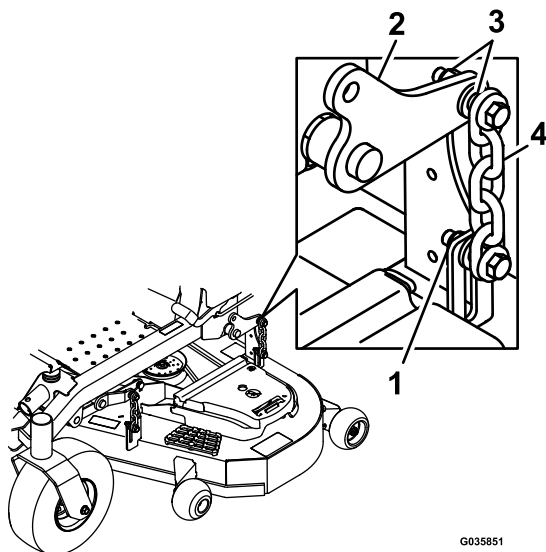

Figure 84
13. Desserrez les contre-écrous (Figure 84) aux quatre coins de sorte que le plateau repose solidement sur les 4 cales.